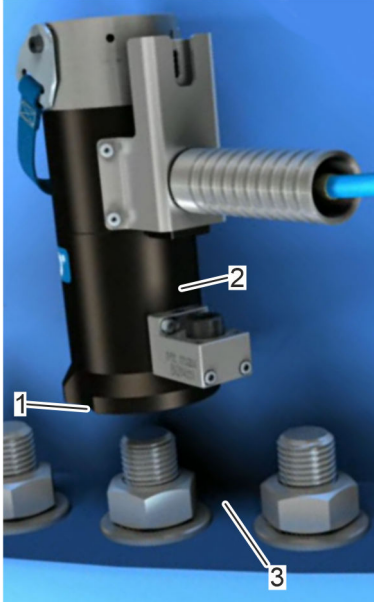

Abb. 36: Abstützen
1. ➤ Auflagefläche (Abb. 36/3) und Schraube säubern.
2. ➤ Spannzylinder aufsetzen. Sicherstellen, dass die Auflagefläche (Abb. 36/3) senkrecht zur Schraubenachse ist.